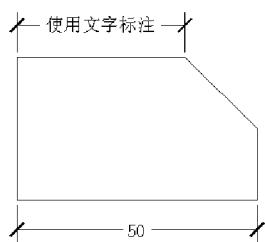

图 3.7 输入文字
② 文字(T): 在命令提示区中输入“T”,接着输入文字,然后移动光标到适当位置后,单击鼠标左键,完成后效果如图 3.7 所示。